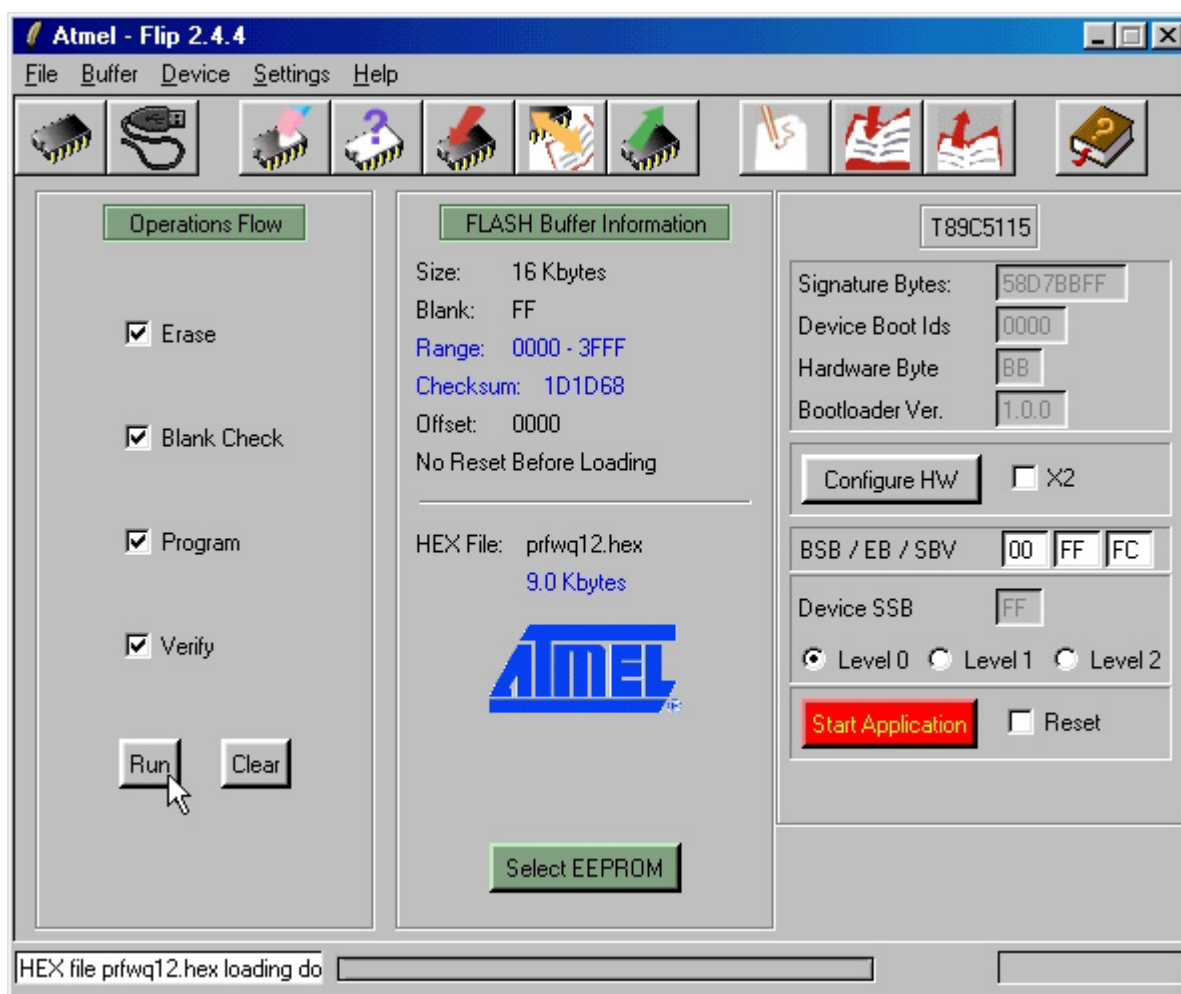

FIGURA 8: FINESTRA SETTAGGIO FLIP (4 DI 4)
- 10) Spuntare tutte le caselle del riquadro *Operations Flow* come in figura 8, in modo che il FLIP esegua sequenzialmente le quattro operazioni di: cancellazione, verifica di cancellazione, programmazione e verifica di programmazione.
- 11) A questo punto assicurarsi che la finestra principale del FLIP si presenti come in figura 8, in particolare per le voci *Size:*, *X2*; *Device SSB* e *BSB / EB / SBV*.